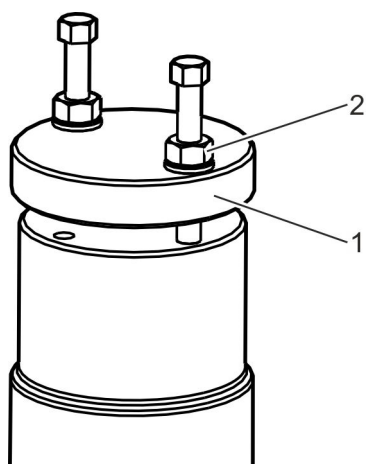

Fig. 31 : Fixation du dispositif de blocage
- 8.** ➤ Abaisser uniformément le dispositif de blocage (Fig. 31 /1) avec les écrous préalablement montés (Fig. 31 /2) sur le corps de guidage sortant du carter.
- 12.** ➤ Desserrer les écrous (Fig. 31 /2).